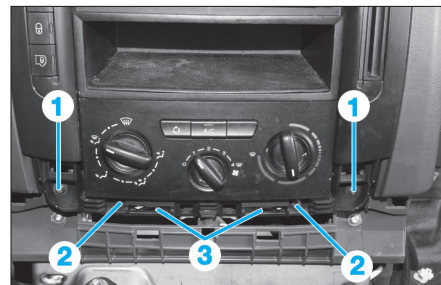

Fig. 29
- les vis (1) et (2) (Fig.29),
- Dégrafer le panneau de commande de l'enjoliveur central en (3).